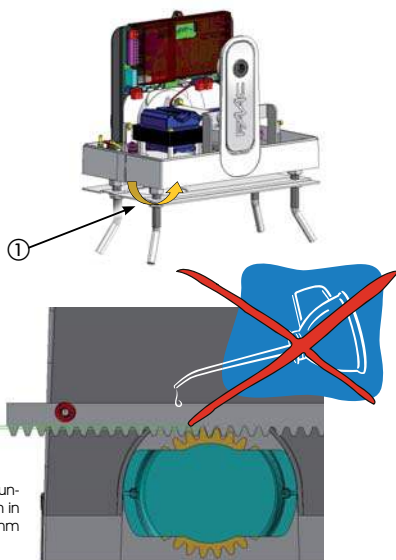

Abb. 16
-  Nach Abschluss der Montage der Zahnstange muss der Getriebemotor um ca. 1,5 - 2 mm (Abb. 16) abgesenkt werden, um ein ordnungsgemäßes Eingreifen in das Ritzel zu gewährleisten. Hierzu die entsprechenden Muttern betätigen (Abb. 16 Bez. ②).
-  Kein Fett oder sonstige Schmiermittel zwischen Ritzel und Zahnstange verwenden (Abb. 16).